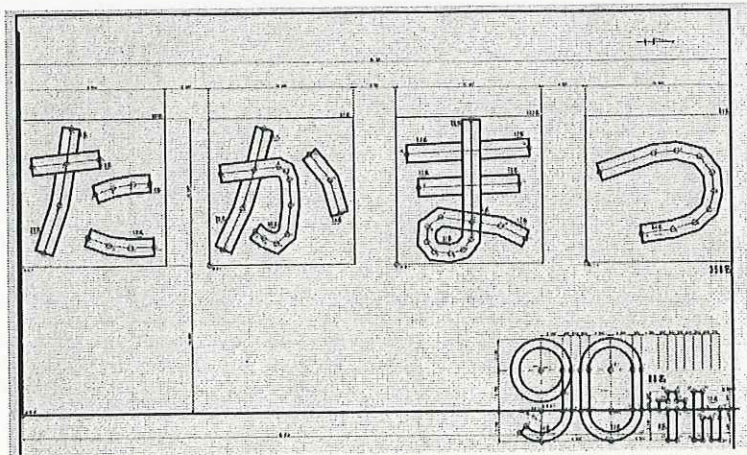

図3 設計図③
設計図③（図3）は、設計図②では約100名の余りが出るので、右下に「90th」の文字を新たに加えた。これを加えることで、何周年記念であるかも明確になった。